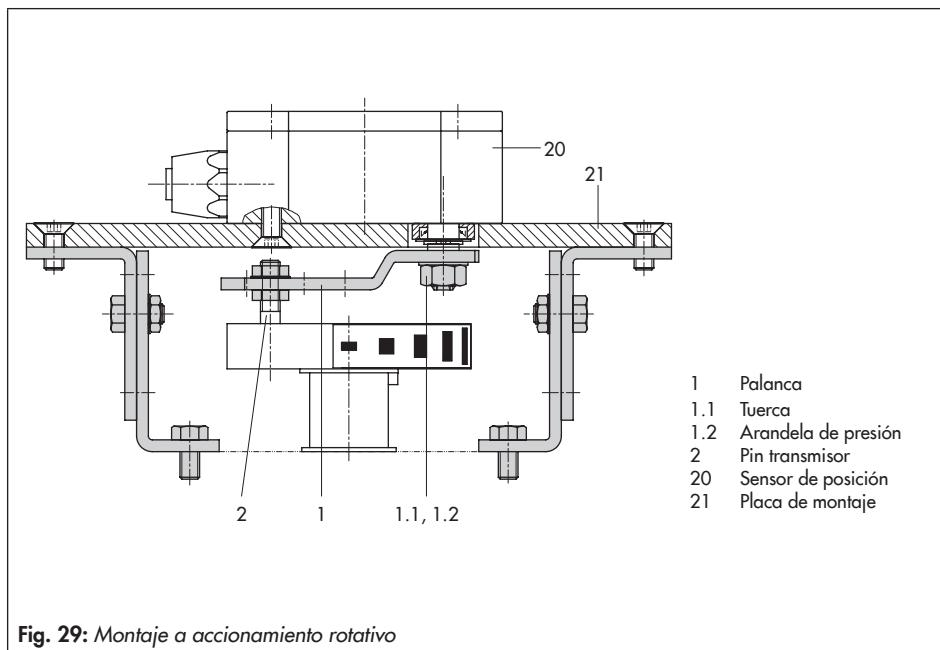

Fig. 29: Montaje a accionamiento rotativo
- ➔ Ver fig. 29
1. Situar la palanca (1) del sensor a su **posición media y fijarla**. Soltar la tuerca (1.1) y separar la palanca con la arandela de presión (1.2) del eje del sensor.
2. Atornillar el sensor de posición (20) a la placa de montaje (21).
3. Cambiar el pin transmisor (2) estándar de la palanca (1) por el pin transmisor